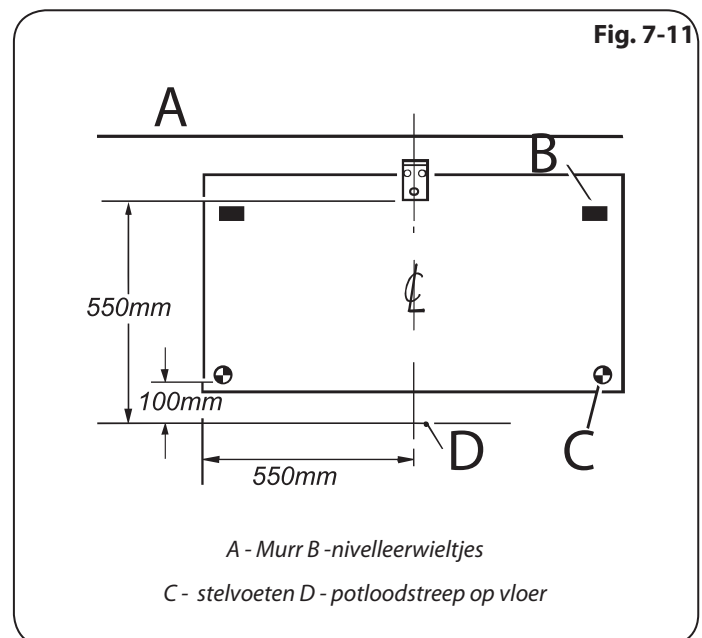

Fig. 7-11
2. Trek met een potlood 100 mm vanaf de voorste rand van de stelvoeten een streep (**Fig. 7-11**).